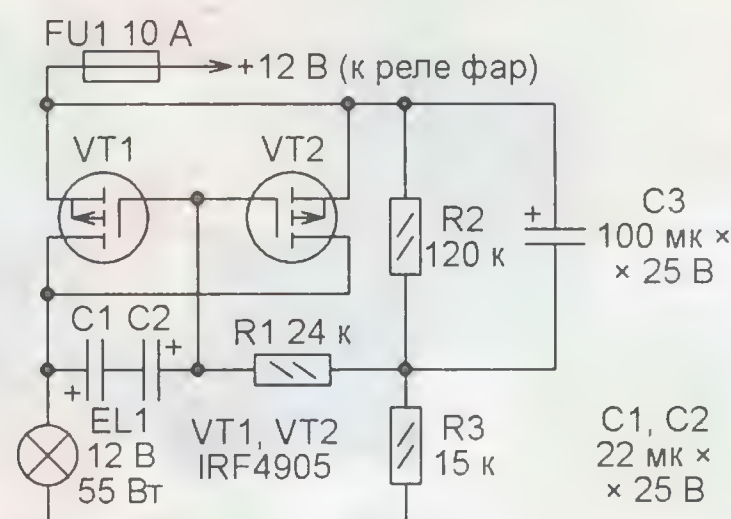

Рис. 9
**Плавное включение автомобильной лампы (рис. 9 [http://bastelmolch.ba.funpic.de/Bilder\\_Spannung/KFZ\\_Softstart\\_Scheinwerfer.gif](http://bastelmolch.ba.funpic.de/Bilder_Spannung/KFZ_Softstart_Scheinwerfer.gif))**. Конденсаторы C1—C3 совместно с резисторами R1—R3 после подачи напряжения 12 В обеспечивают плавное открывание транзисторов VT1, VT2 в течение 2 с и, следовательно, плавное включение фары с мощной лампой накаливания EL1. Это увеличивает срок службы лампы. Хотя в процессе включения на транзисторах VT1 и VT2 кратковременно рассеивается довольно большая мощность, в установившемся режиме она невелика, поскольку падение напряжения на открытых транзисторах при токе 5 А не превышает 80 мВ. Поэтому достаточно установить транзисторы на теплоотвод размерами 30×50 мм.